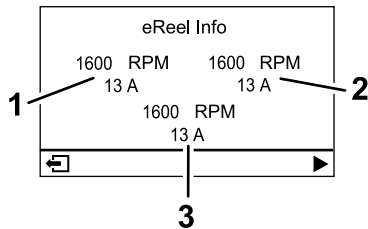

Bild 25
- **eReel-Motorbildschirm (Bild 25):** Zeigt die Geschwindigkeit und den Strom jedes Schneideinheitmotors an.